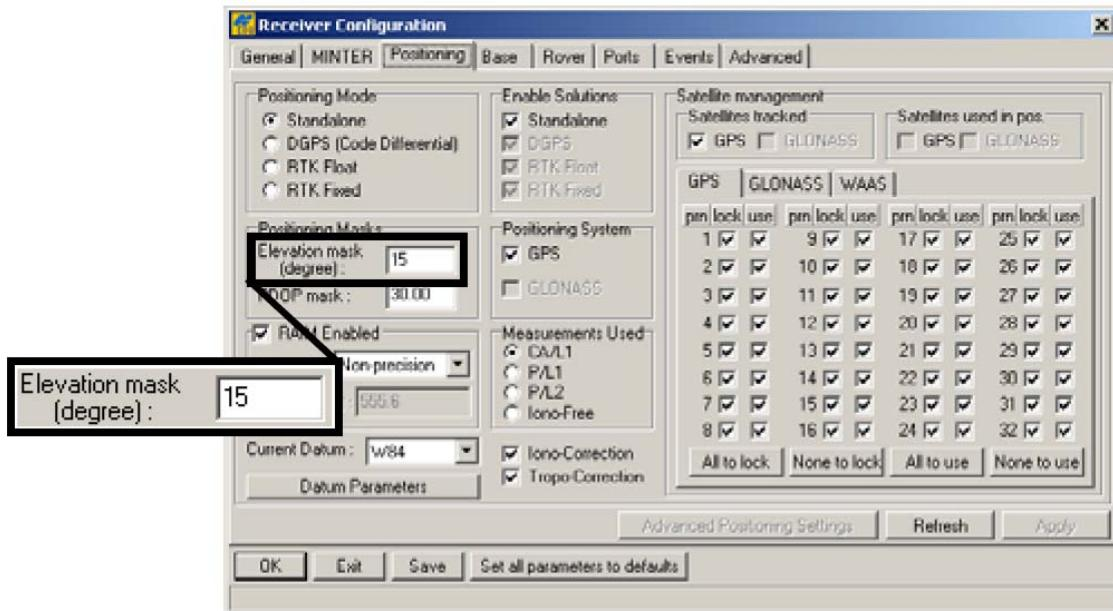

Рисунок 3-11. Установка минимального угла места
8. Выберите вкладку **Positioning** (**Местоопределение**) и установите значение поля *Elevation Mask* (**Минимальный угол места**) – 15 градусов (см. рис. 3-11), после чего щелкните на кнопке *Apply* (**Применить**).